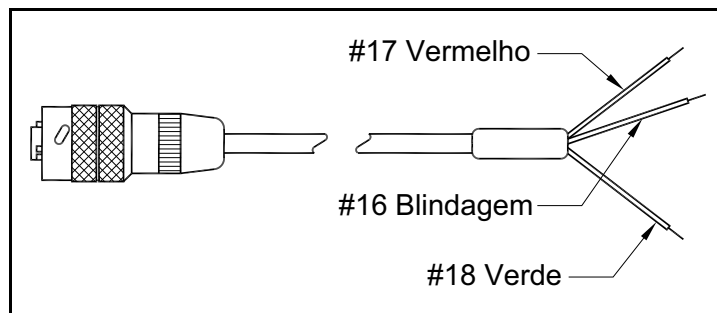
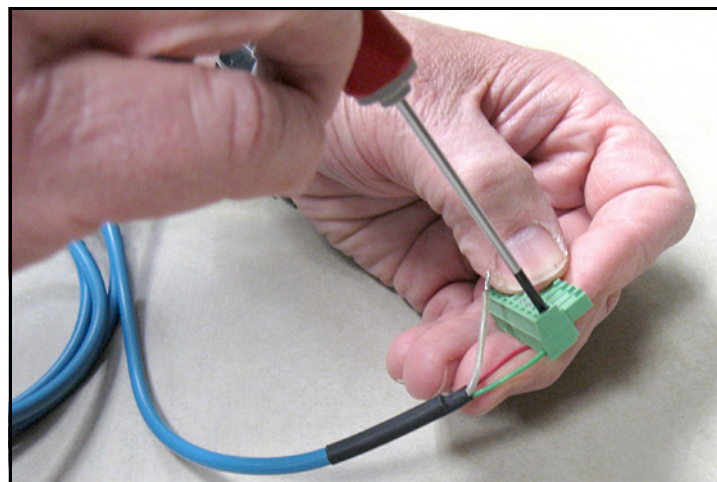

Figura 23: Conexões do cabo de sonda série M
Figura 24: Fazer as conexões do cabo da sonda para o conector
3. Consulte *Figura 23* abaixo e *Figura 24* para conectar a ponta do cabo de sonda com três fios aos pinos 16, 17 e 18 no bloco terminal inferior.